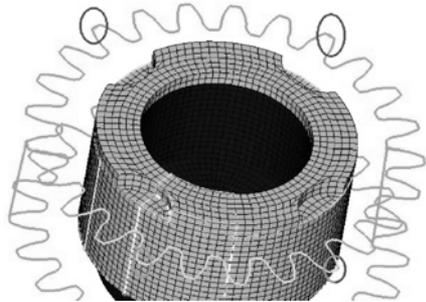
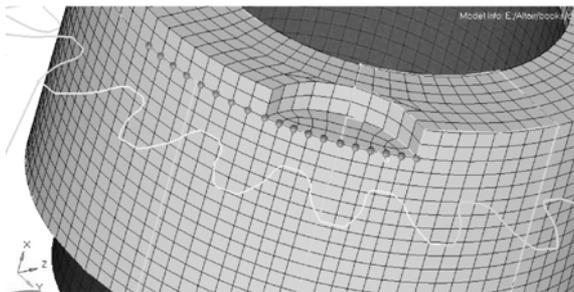

图 5-91 在斜齿轮轮廓线上添加适当几何点
图 5-92 选择相应的一排节点
- (1) 进入 `geom>quick edit`。
- (2) 使用 `add/remove point` 工具在斜齿轮轮廓线上添加适当固定点，以控制 2D 网格的生成，如图 5-91 所示。
- (3) 单击 `return` 按钮。
- (4) 进入 `2d>ruled` 面板。
- (5) 将第二个对象选择器切换为 `lines list` 类型。
- (6) 选择如图 5-91 所示的一段齿廓线。
- (7) 激活第一个 `nodes` 选择器，选择 `by path` 方式。
- (8) 如图 5-92 所示选择相应的一排节点。
- (9) 单击 `create` 按钮，生成一片 2D 网格，按需要对网格质量进行适当调整。